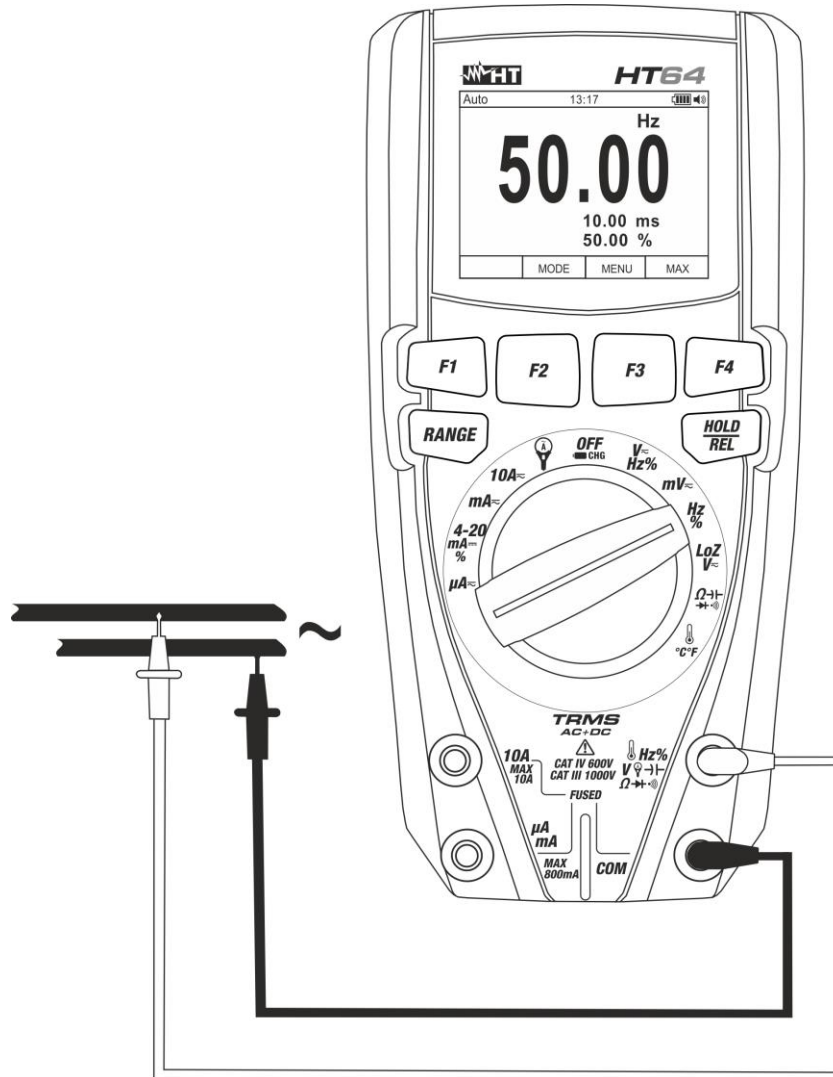

Fig. 25: Utilisation de l'instrument pour la mesure de Fréquence et Duty Cycle
4. Positionner l'embout rouge et l'embout noir dans les points du circuit sous test (voir la Fig. 25). La valeur de fréquence (Hz) ou duty cycle (%) apparaît à l'écran. Le diagramme à barres analogique n'est pas actif dans ces fonctions